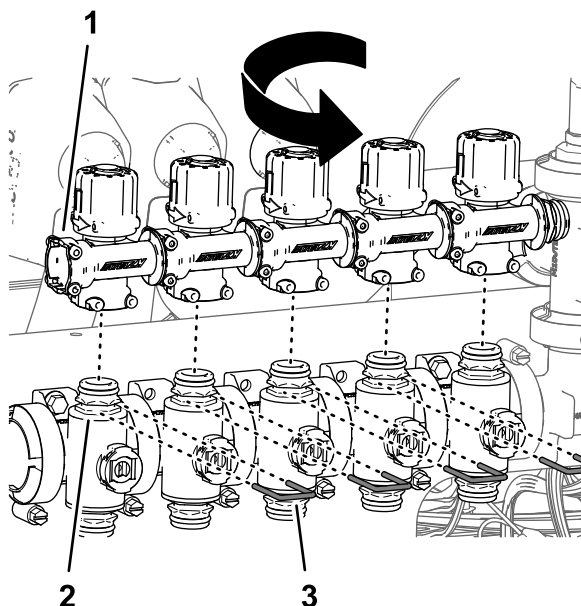

Figura 101
6. Gire las válvulas de desvío 180° y móntelas en los acoplamientos rápidos de las válvulas de sección (**Figura 101**).
7. Sujete las válvulas de desvío a las válvulas de sección con las horquillas de retención (**Figura 101**) que retiró en el paso 4.
9. Monte los tapones en los acoplamientos rápidos de las válvulas de desvío de las válvulas de boquilla 5 y 6 con las horquillas de retención suministradas con los tapones (**Figura 101**).